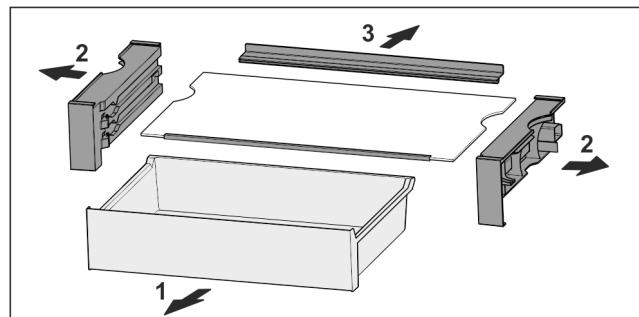

Fig. 24
- Sklená doska Fig. 24 (1) s ozdobnou lištou leží vpred.
- Zarážky Fig. 24 (3) ukazujú nadol.